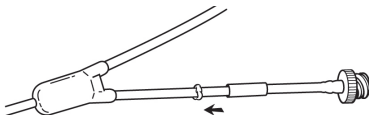

Fig. 14
5. Slide the metal cannula of the replacement tubing end completely into the extension tubing. (Fig. 14)
5. Metalkanylen på udskiftningsslangens ende skydes helt ind i forlængerslangen (fig. 14).